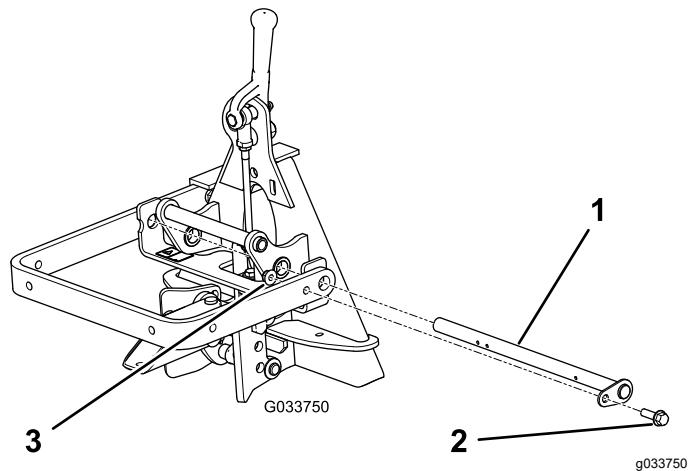

Figura 5
2. Inserte la barra de giro por los taladros (Figura 5).
3. Alinee el taladro de la pletina de sujeción con el taladro del brazo de elevación, e instale el perno con arandela prensada y la tuerca con arandela prensada (Figura 5).